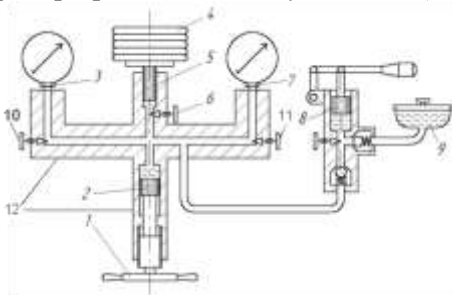

Рисунок 1.
1. Поверяемый и образцовый прибор присоединяют к установке (см. рис. 1).